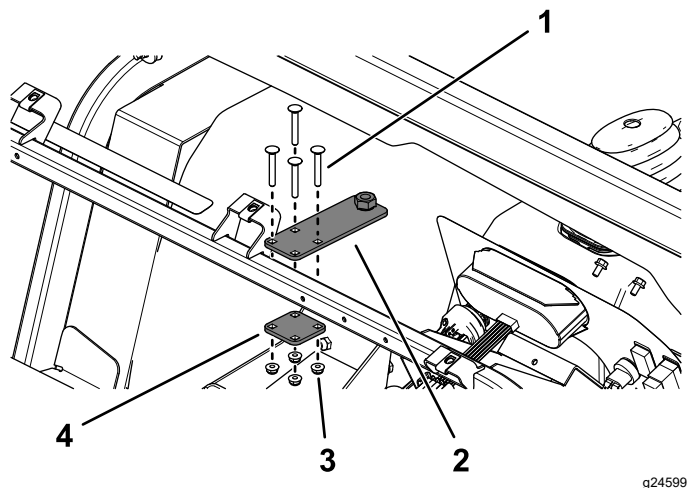

図 36
2. ダッシュサポートチューブに、アジャスタプレートとバックプレートを取り付ける キャリッジボルト $\frac{1}{4} \times 1\frac{3}{4}$ " 4 本、フランジナット $\frac{1}{4}$ " 4個を使用し 図 36 のように取り付ける。